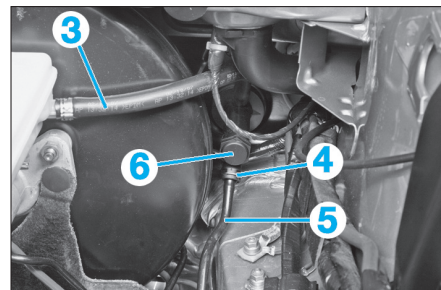

FIG. 4
- Débrancher la canalisation d'alimentation du cylindre émetteur (3) (Fig.4).